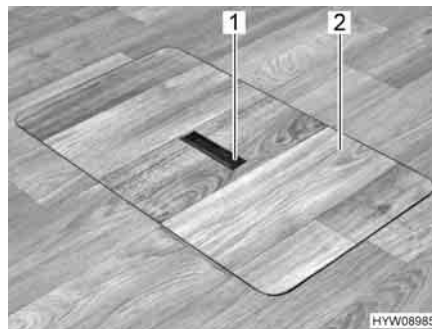
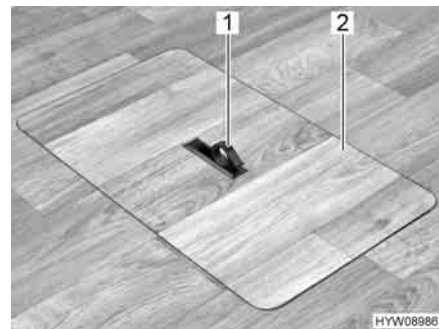

Fig. 41 Copertura vano pavimento (maniglia abbassata)
Fig. 42 Copertura vano pavimento (maniglia estratta)
- Spingere la piastra di presa (Fig. 41,1) verso il basso da un lato. La maniglia (Fig. 42,1) viene ruotata verso l'alto.
- Alzare la copertura (Fig. 42,2).
- Collocare la copertura (Fig. 42,2) nell'intelaiatura presente sul fondo.